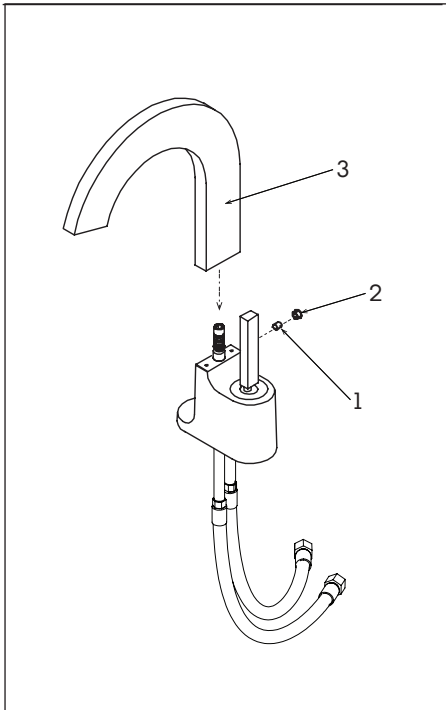

Fig.1
Install the spout (3) on the base of the faucet. Secure the spout with setscrew (1) and decorative cap (2) (Fig.1).
Installer le bec (3) sur la base du robinet. Fixer le bec avec la vis de retenue (1) et le capuchon de finition (2) (Fig.1).